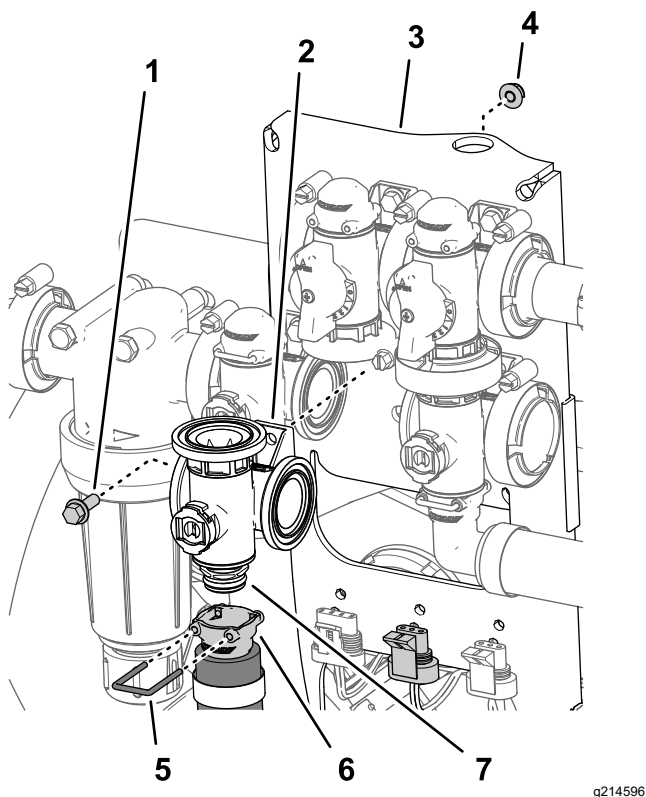

Figura 116
2. Retire la horquilla de retención que sujeta el conector de desconexión rápida al acoplamiento de desconexión rápida del distribuidor para la válvula de agitación (Figura 116).
3. Retire el perno con arandela prensada ( $\frac{1}{4}$ " x  $\frac{3}{4}$ " ) y la tuerca con arandela prensada ( $\frac{1}{4}$ " ) que sujetan la válvula de agitación al soporte de la válvula, y retire el distribuidor de la válvula de la máquina (Figura 116).